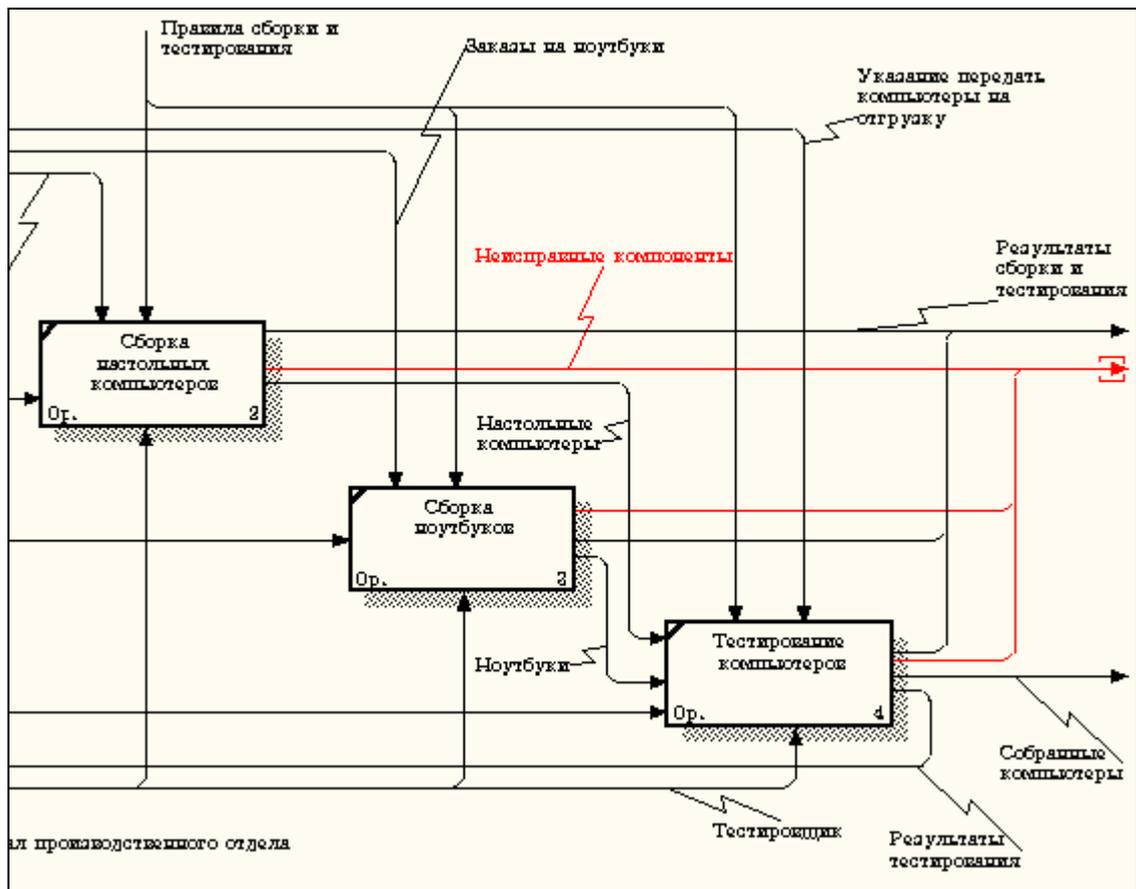

Рисунок 5.5 – Граничная стрелка выхода от работ "Сборка настольных компьютеров", "Тестирование компьютеров" и "Сборка ноутбуков"
- 4 Создайте в модели "Сборка и тестирование компьютеров" новую стрелку "Неисправные компоненты". На диаграмме А0 это будет граничная стрелка выхода, на диаграмме А0 - граничная стрелка выхода от работ "Сборка настольных компьютеров", "Тестирование компьютеров" и "Сборка ноутбуков" (рисунок 5.5).